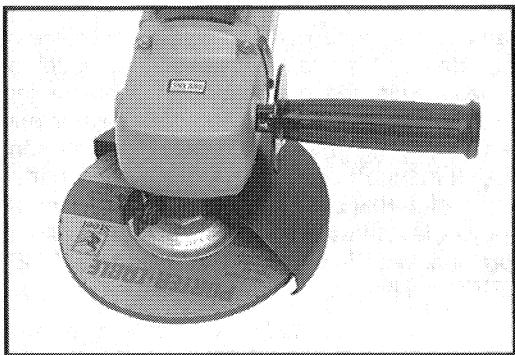

Fig. 5
4. Coloque el protector de manera que desvíe al sentido opuesto del operario las astillas o los pedazos de rueda que puedan quebrarse involuntariamente. La Fig. 5 ilustra el protector ya instalado para usarse con una rueda de amolar con centro de depresión.